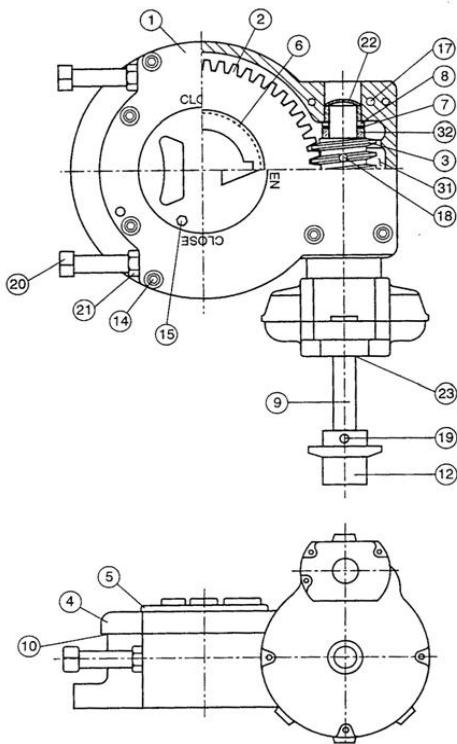

FIGURA 8. GEAR ACTUATOR CONSTRUCTION
MANTENIMIENTO DEL ACTUADOR CON ENGRANAJE HELICOIDAL: Un actuador engranaje helicoidal típico se muestra en la Figura 8 y consta de un engranaje helicoidal (3) montado sobre un eje de entrada (9). El engranaje helicoidal se acopla a un engranaje de segmento (2). Cuando el engranaje helicoidal se activa, se acciona el engranaje segmento a través de 90 ° de rotación. La rotación del engranaje segmento se muestra por el indicador superior (5). Los engranajes están lubricados con grasa EP2 en un bastidor de fundición de hierro (1). Las posiciones abierta y cerrada del engranaje segmento (2) están controlados por los pernos de tope terminal de posición (20). Los topes se pueden ajustar aflojando la tuerca de bloqueo (21) y girando los tornillos (20).